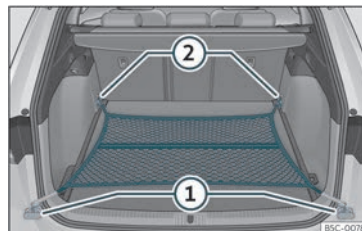

Fig. 125 Al maleter: bossa de xarxa enganxada arran de terra.
- Fixeu els ganxos de la xarxa a les argolles d'amarratge ① i ②»» **fig. 125** »» **△**. La cremallera de la bossa ha de quedar cap amunt.